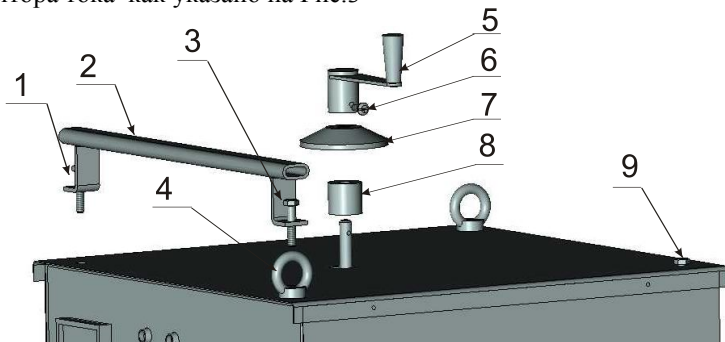

Рис.3.
6.3.3. Установите транспортировочную ручку и рукоятку регулятора тока как указано на Рис.3